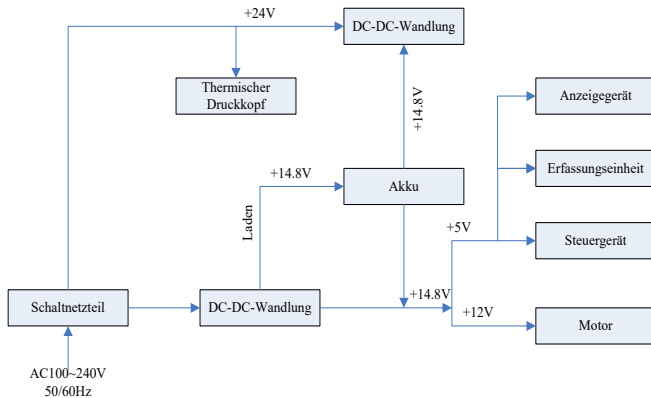

Abbildung 4-1 Blockschaltbild des Leistungsprinzips
(2) Das prinzipielle Blockdiagramm ist in Abbildung 4-1 dargestellt.